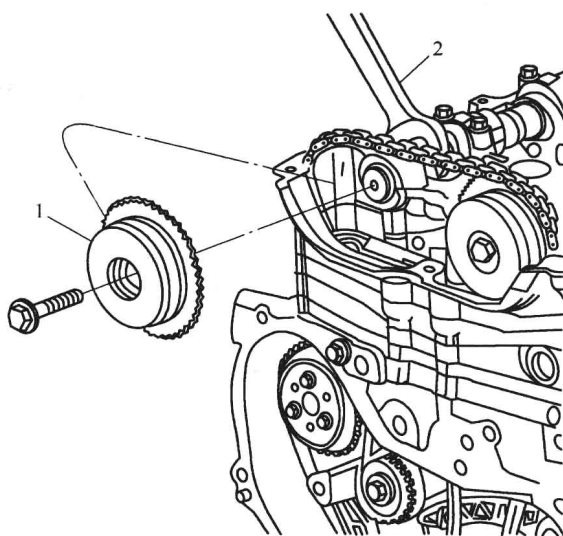

图 1-4 拆下排气凸轮执行器
- (5) 安装 EN-48953 锁止工具到气缸盖并紧固至 $10\text{N} \cdot \text{m}$ 。如果进气凸轮轴执行器是独立于凸轮移动且不会锁止，逆时针转动进气凸轮轴且工具将会支撑执行器，锁止执行器到凸轮轴。
- (6) 松开进气凸轮轴执行器螺栓。
- (7) 松开排气凸轮轴执行器螺栓。
- (8) 拆下 EN-48953 锁止工具。
- (9) 定位排气凸轮轴的六角头部位并用扳手保持，如图 1-4 所示。